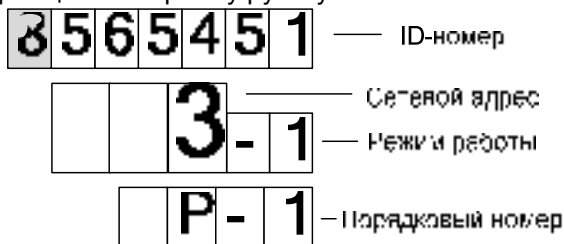

Рисунок 8
9.8 По команде СУ на табло могут отображаться сетевой адрес, режим работы и ID-номер рукава (рисунок 8). При снятии/установке любого раздаточного крана на табло выводится информация для следую-